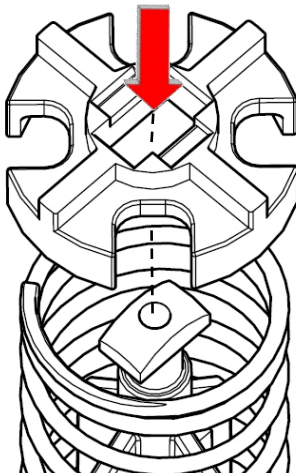

Abb. 4
1. Den Bypassventilhalter mit der Spitzzange auf die Bypassventilfeder setzen. Den Schlitz oben im Bypassventilhalter auf die Arretierung auf dem Bypassventil ausrichten (Abb. 4).